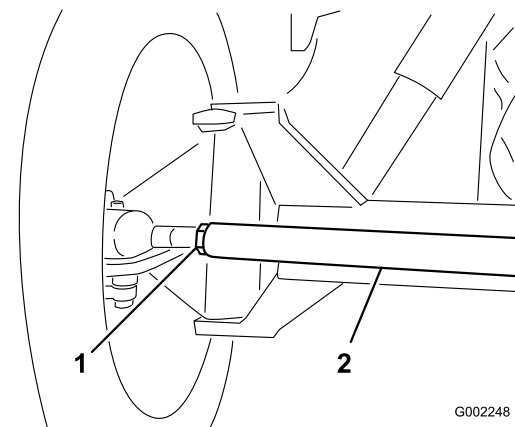

Figura 134
3. Si la distancia no está en el intervalo especificado, afloje las contratuercas en ambos extremos de la biela (Figura 134).